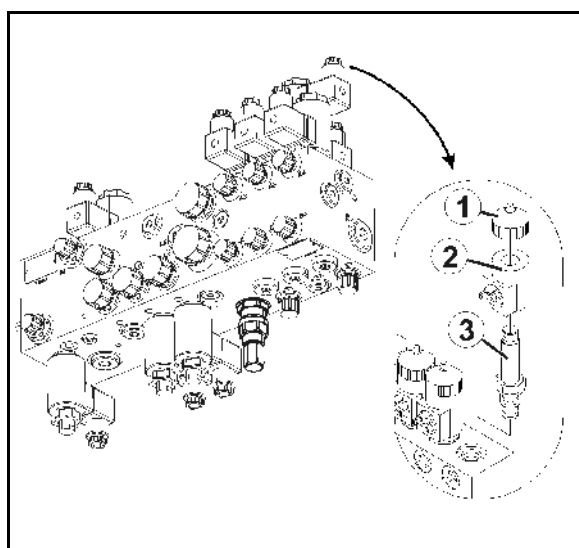

Bild 95
2. Skruva loss magnethättan (Bild 95/1)
3. Ta av magnetspolen (Bild 95/2)
4. Dra ut ventilspindeln (Bild 95/3) med ventsäten och rengör med tryckluft eller hydraulolja.